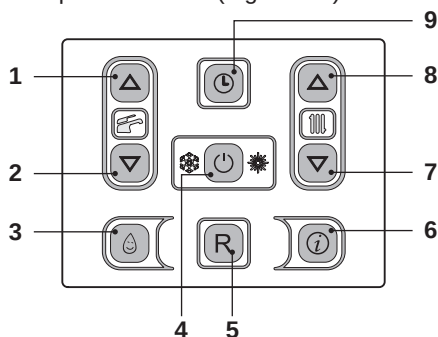
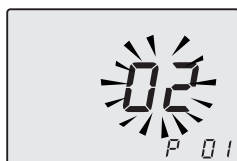

Figura 4.3
Figura 4.4
- Entrare in "modalità programmazione" premendo contemporaneamente per 10 secondi i tasti 4 - 7 - 8 (Figura 4.3) fino a far apparire sul display LCD le lettere **P01** e il valore del parametro, indicanti l'entrata nel "parametro 01" (Figura 4.4).
- Premendo il tasto 4 (Figura 4.3) si ottiene la conferma del valore inserito.